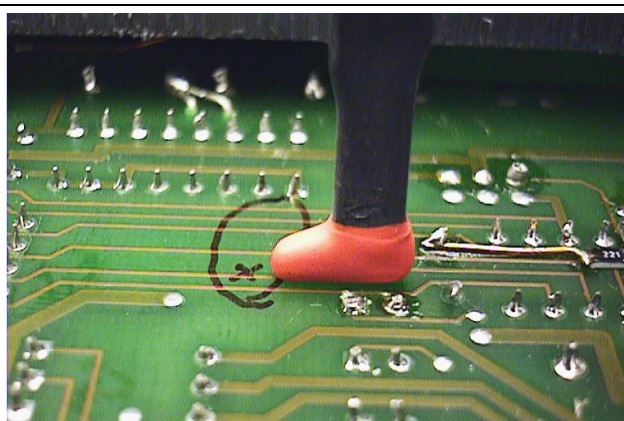

Bild 11: Anwendungsbeispiel mit Feldquelle ES 05D-h
- Das Annähern bzw. Aufsetzen der Sonden erhöht die Auflösung und damit die Selektivität bezüglich empfindlicher Bauelemente und Leiterzüge (**Bild 11**).